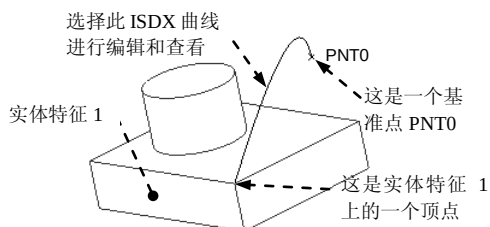

图 8.2.30 选择 ISDX 曲线
Step3. 单击 **样式** 功能选项卡 **曲线** 区域中的“曲线编辑”按钮 。选取图 8.2.30 中的 ISDX 曲线。